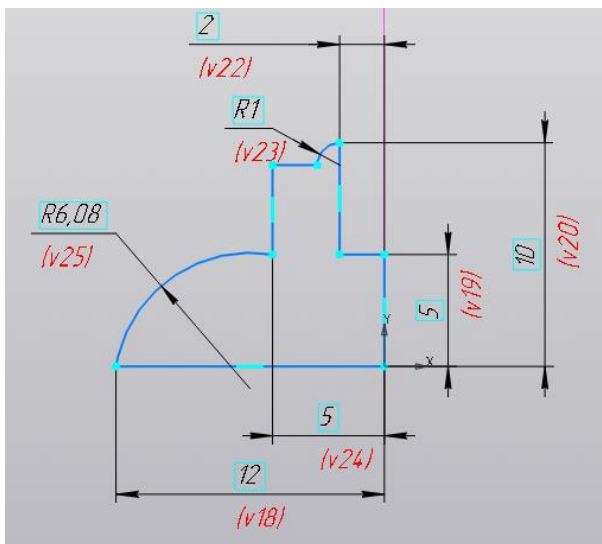
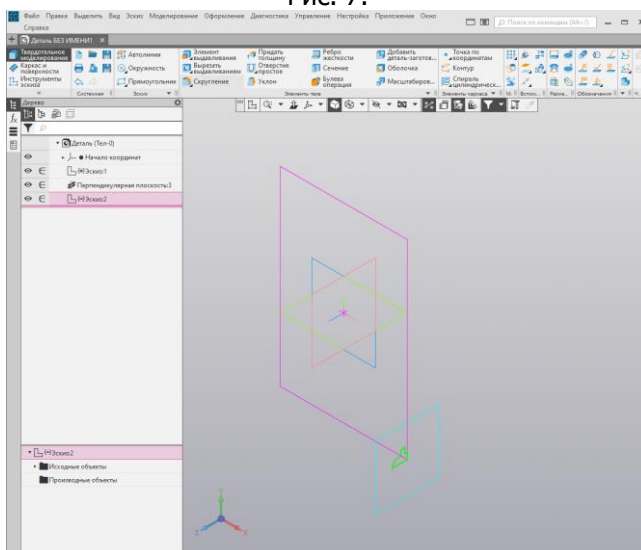

Рис. 7.
Рис. 8.
5. Выбираем созданную плоскость и вычерчиваем в ней эскиз-сечение в соответствии с размерами (рис. 7). Результат построения представлен на рис. 8.